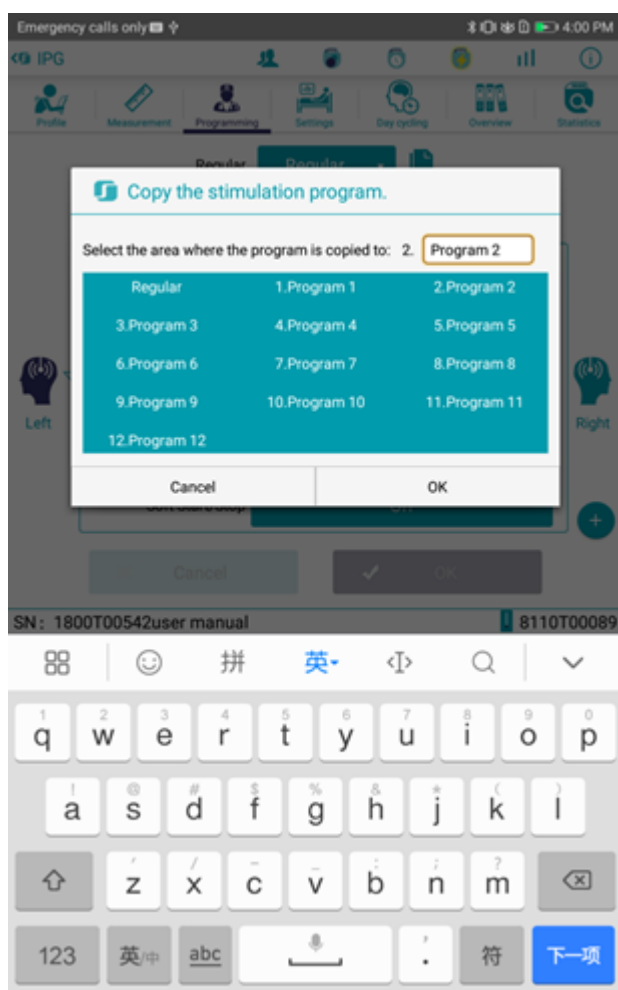

FIGURA 46: Copie y guarde el programa.
3. Haga clic en el botón Copiar para seleccionar el Programa 2 en la ventana emergente (Figura 46).